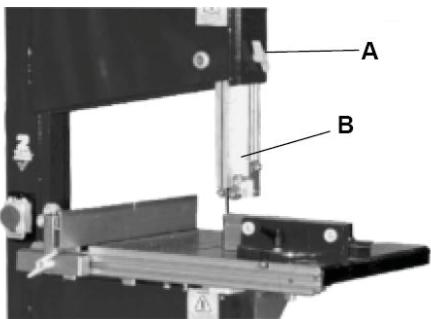

Рис. 23
- Послабте крильчасту гайку (А) (Рис. 23) та встановіть верхній кожух полотна, кожух в зборі (В) (Рис. 23) на відстані 2-3 мм над заготовкою.